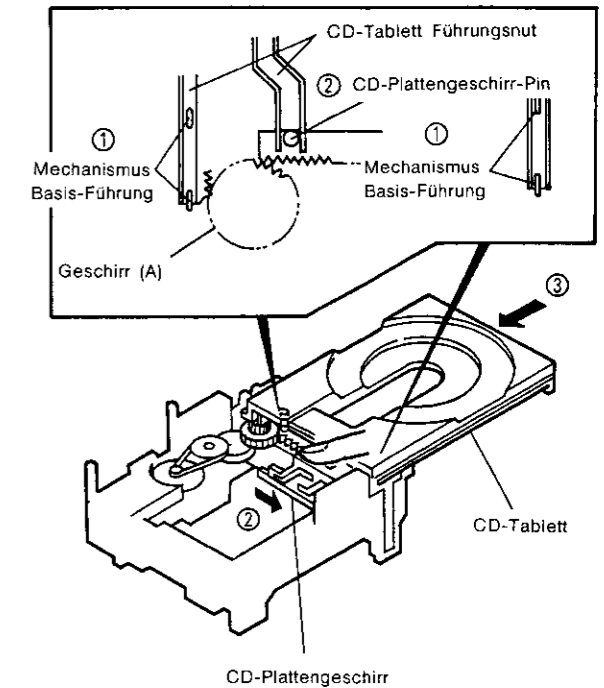

Abb. 4
**2. Einbau des CD-Tabletts (Abb. 4)**
- ① Legen Sie das CD-Tablett so ein, daß die Führungen in die Führungsnut auf jeder Seite des CD-Tabletts passen.
- ② Ziehen Sie das CD-Plattengeschirr in die Richtung des Pfeils so daß der Pin in dem CD-Plattengeschirr in der Führungsnut des CD-Tabletts liegt.
- ③ Legen Sie das CD-Tablett in der Richtung des Pfeils ein